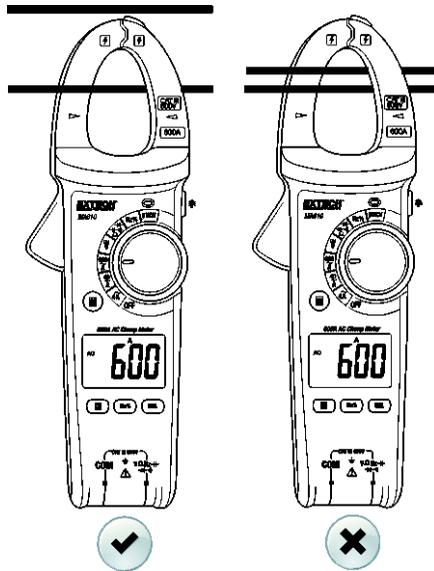

图 2 - 正确与错误的 ACA 钳口操作
4. 将电流钳仅卡在一条导线上。参见图 2 了解正确与错误的钳口